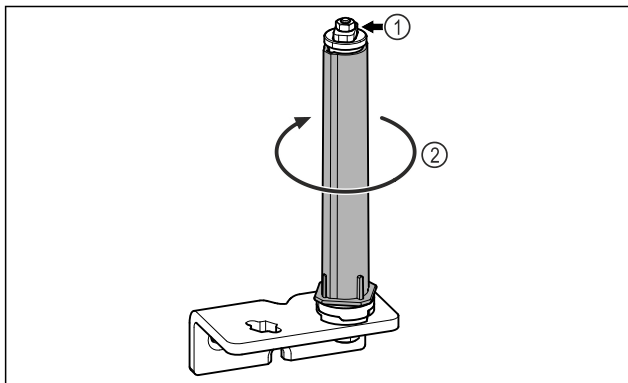

Fig. 29
- ▶ Nerozebírejte uzavírací systém dveří Fig. 29 (1).
- ▶ Otáčejte uzavíracím systémem Fig. 29 (2), dokud nezacvakne.